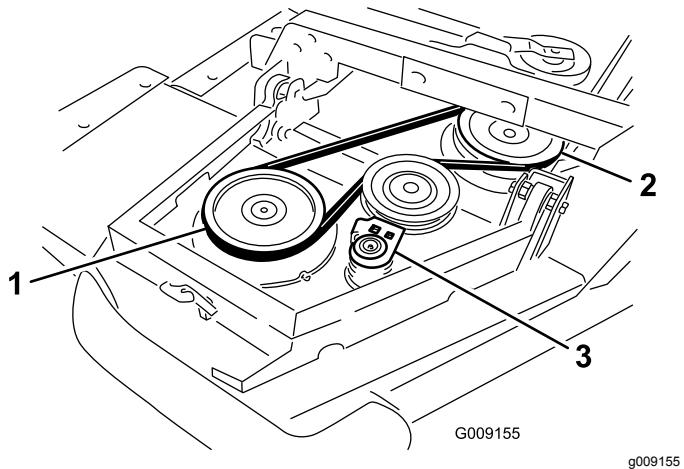

Figure 5
- Commencez par chauffer la courroie autour de la poulie d'axe de l'ailette et de la poulie d'axe du plateau avant (Figure 5).
- B. À l'aide d'une clé à cliquet ou d'un outil similaire, éloignez la poulie de tension des autres poulies (Figure 5).